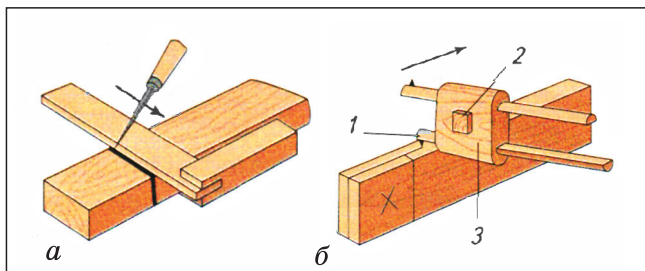

Рис. 2. Разметка брусков под соединение врезкой:
При разметке брусков, соединяемых под прямым углом, линейкой размечают длину и ширину будущего изделия и с помощью угольника проводят линии поперечной разметки с четырех сторон (рис. 2, а).
Ножку рейсмуса (1) устанавливают на размер половины толщины бруска, закрепляют ее клином (2) в колодке (3) и проводят продольные линии на кромках и торцах (рис. 2, б). Вырезаемые участки помечают крестиком.